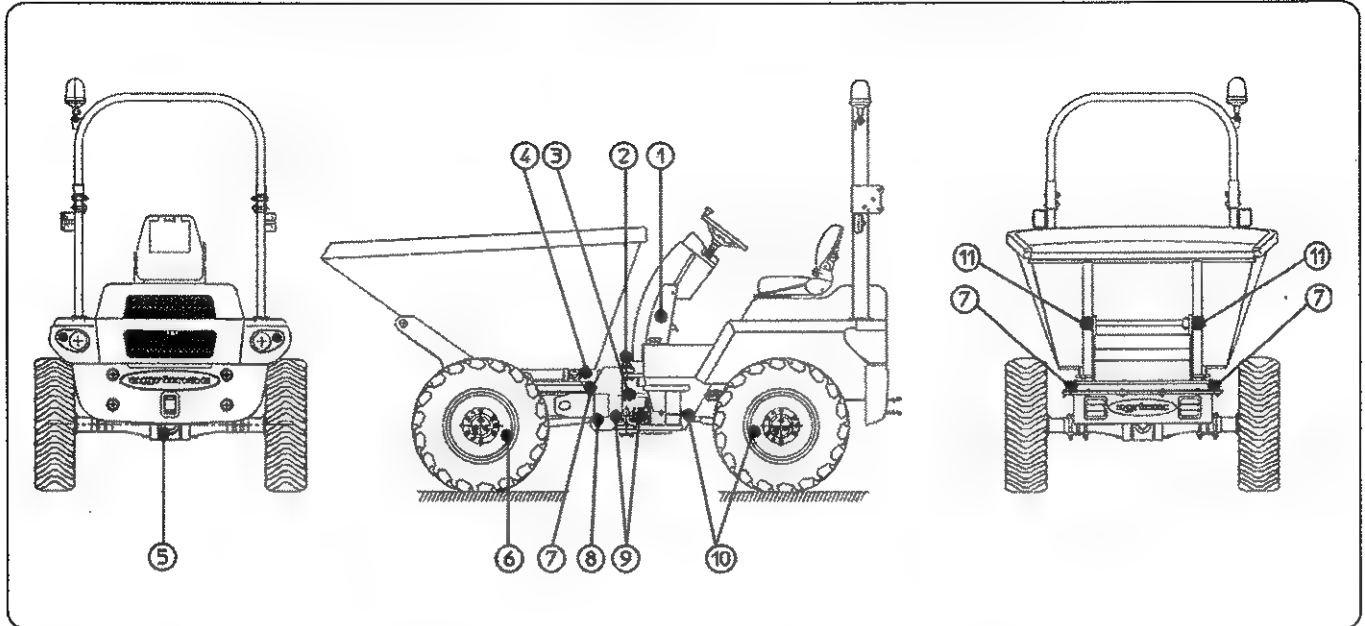

fig. 24
- 7) Engrasar todas las partes de lubricación, indicados en el esquema de los puntos de engrase (Fig. 24).
- 7) Grease all the lubrication points, indicated in the diagram of the grasing points (Fig. 24).
- 7) Graisser toutes les parties de lubrification indiquées sur le schéma des points de graissage (Fig. 24).
- 8) Limpiar y engrasar todas las partes indicadas como puntos de engrase (Fig. 24).
- 8) Clean and grease all the indicated parts as grasing points (Fig. 24).
- 8) Nettoyer et graisser toutes les parties indiquées comme points de graissage (Fig. 24).